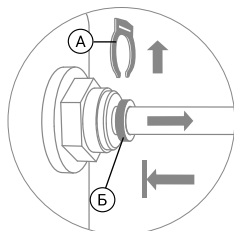

Рис. 11
- Отсоедините стопорную клипсу (А). Удерживая цанговое кольцо (Б) прижатым к основанию фитинга, потяните на себя пластиковую трубку и аккуратно извлеките ее из фитинга (рис. 11).